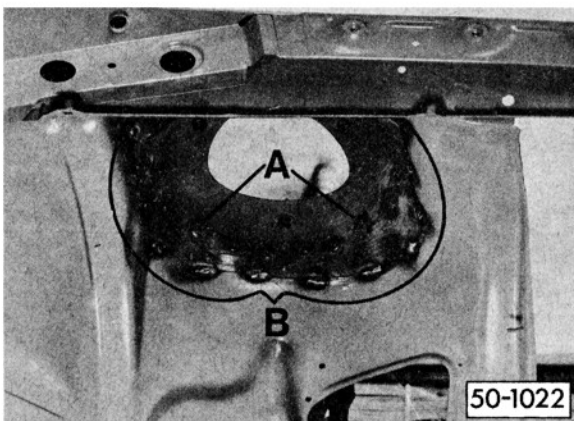

Bild 2: Reparaturteil einschweißen
4. Einschweißen (Siehe Bild 2)